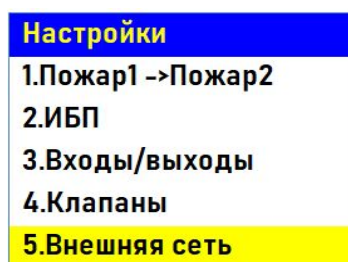

Рисунок 21 - Подменю “Настройки” ППК
- 2.3.2. Выбрать пункт подменю **5.Внешняя сеть**. Нажать кнопку **Ок** (рисунок 21).